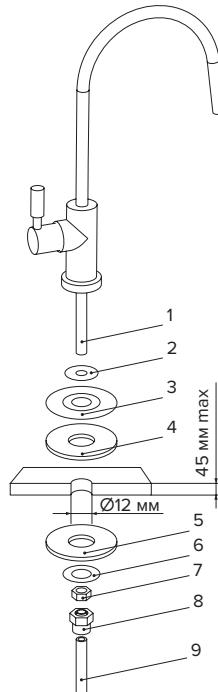

Рис. 7. Схема установки крана для чистой воды
## Установка крана для чистой воды\* (рис. 7)
• Установите одну щелевую вставку в трубку JG 3/8" как показано на рис. 7 и подсоедините данный конец трубы к водоочистителю.